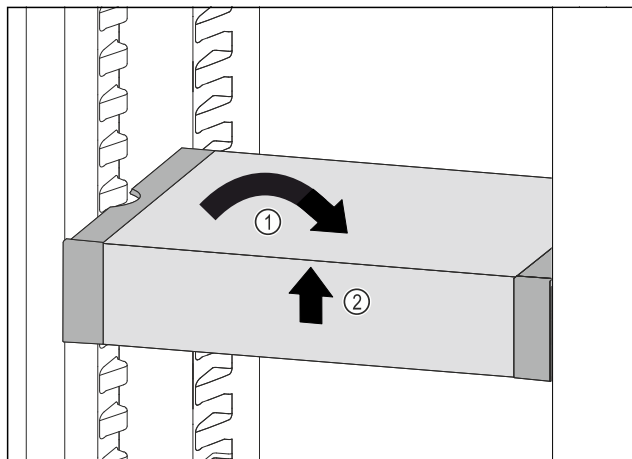

Fig. 130
- ▶ Ställ VarioSafe rakt. *Fig. 130 (1)*
- ▶ Lyft VarioSafe framåt. *Fig. 130 (2)*